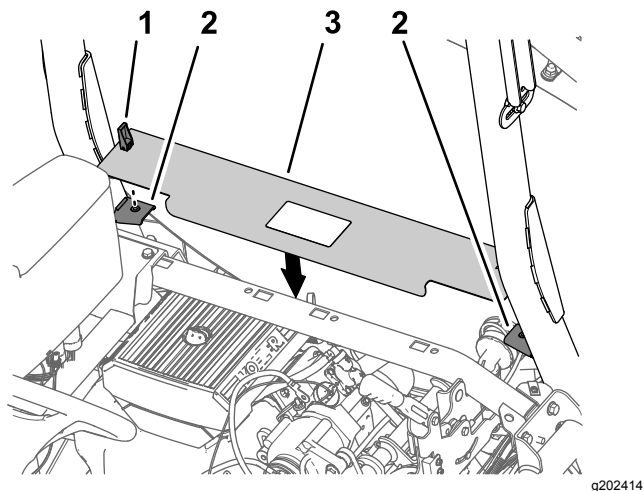

图 218
1. 将发动机检修门门锁与翻车保护杆上面板支撑托架中的衬套对齐图 218。
2. 将面板组装到支架上图 218。
3. 向下转动手柄门锁将面板固定到支架上图 218。